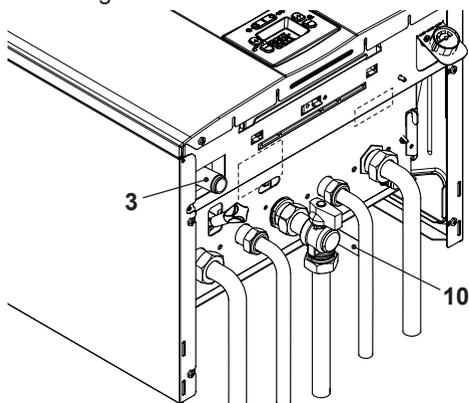

Figura 5.4
- Conecte la descarga de la válvula de seguridad 10 (Figura 5.4) a un embudo de descarga.
- Conecte el tubo de descarga de condensado 3 (Figura 5.4) al conducto de desagüe de condensado doméstico o al embudo de descarga de la válvula de seguridad, siempre que el desagüe sea apto para recibir condensado ácido.